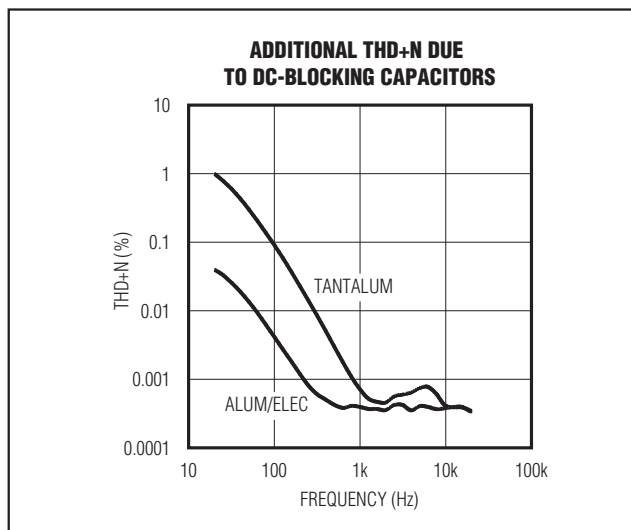

图5. 隔直电容引起的失真
2) 随着电容值的变化以及电容两端电压的变化，隔直电容的电压系数会导致重建音频信号的失真。在-3dB频率以下的频率范围内，容抗起主导作用，电压系数表现为失真度随频率而变化。图5给出了两种不同电介质电容引入的THD+N，100Hz以下的THD+N增加很快。低频衰减与随频率而变化的失真度共同作用，会影响注重低频效果的便携式音频设备中的音频信号恢复，比如多媒体笔记本电脑、MP3、CD与DVD播放器。采用DirectDrive技术可以省去隔直流电容，这些与电容相关的问题就都不存在了。